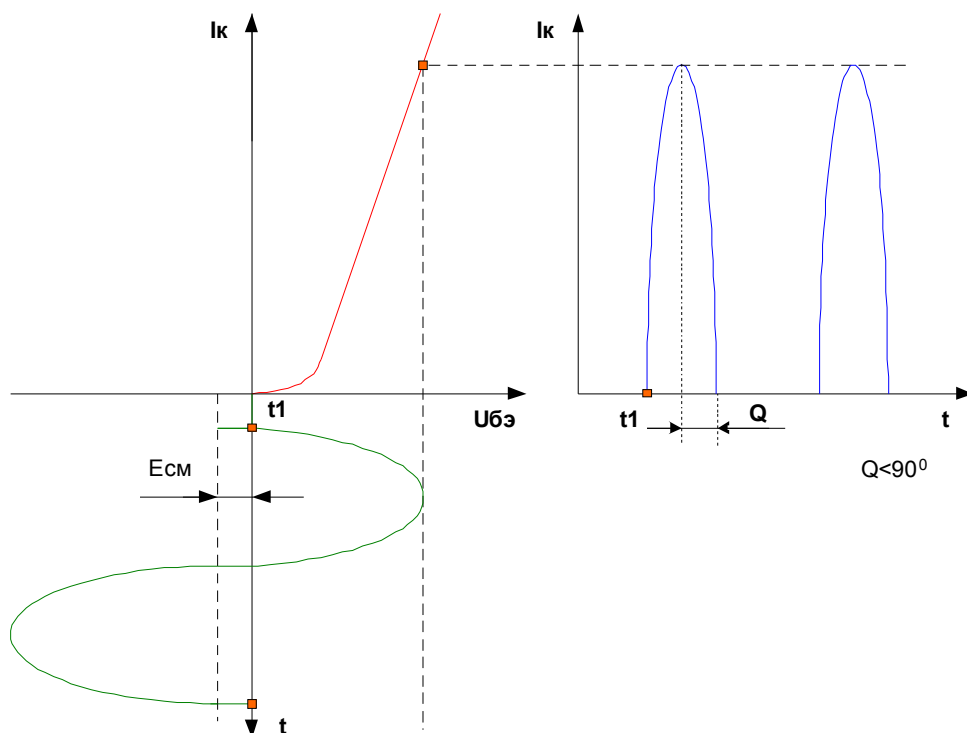

Рис. 239
**5) Режим работы класса С.** Это режим, при котором величина  $E_{см}$  имеет отрицательное значение (смотрите рисунок 239).